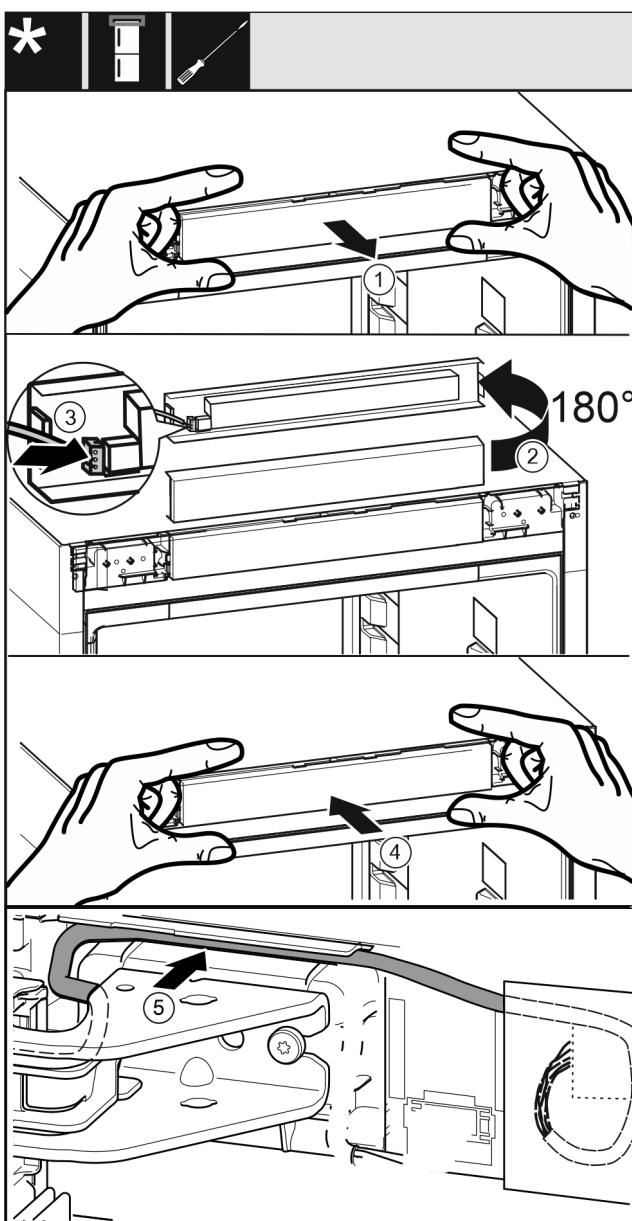

Fig. 31
- ▶ Oprezno izvucite masku za rukovanje. Fig. 31 (1)
- ▶ Okrenite masku za 180° prema gore. Fig. 31 (2)
- ▶ Uglavite utikač na masku s upravljačkim dijelom. Fig. 31 (3)
- ▶ Masku za rukovanje ponovo uglavite na uređaju. Fig. 31 (4)
- ▶ Oprezno položite sivi kabel u vodilicu iznad gornjeg podloška ležaja. Fig. 31 (5)